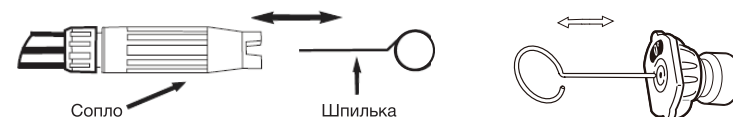

Рис. 6 – Вставьте шпильку в отверстие сопла и ликвидируйте засорение
- Введите поставляемую с мойкой шпильку или распрямленную канцелярскую скрепку в отверстие сопла и с ее помощью ликвидируйте засорение. (рис. 6).